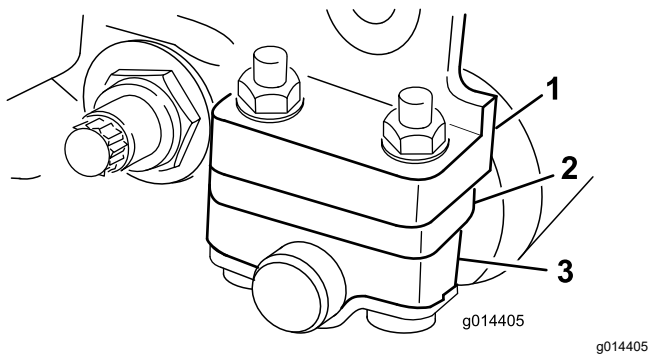

Bild 7
1. Stellen Sie die Halterungen der Heckrolle auf den gewünschten Schnitthöhenbereich ein; legen Sie die benötigte Anzahl von Distanzstücken unter den Montageflansch der Seitenplatte (Bild 7), siehe Auswahltabellen für Schnitthöhe und Untermesser \(Seite 12\).